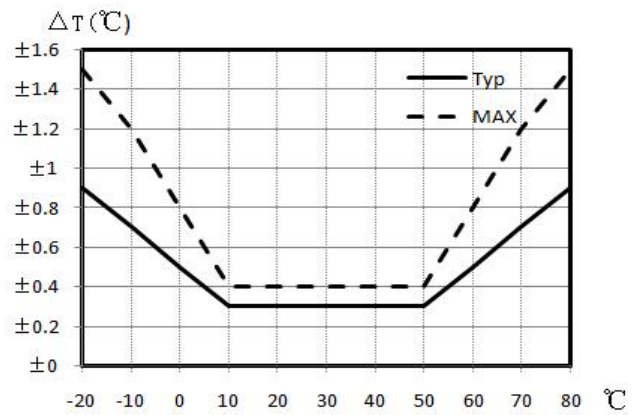

图 2
**步骤 2:** 主机的 I/O 口设置为输出，输出低电平表示起始信号，并保持时间在 1ms 左右。接着主机释放总线，等主机释放总线后，传感器发送一个以 80us 的低电平作为响应信号，接着传感器释放总线 80us 左右。如图 2 中的主机触发、从机应答所示。